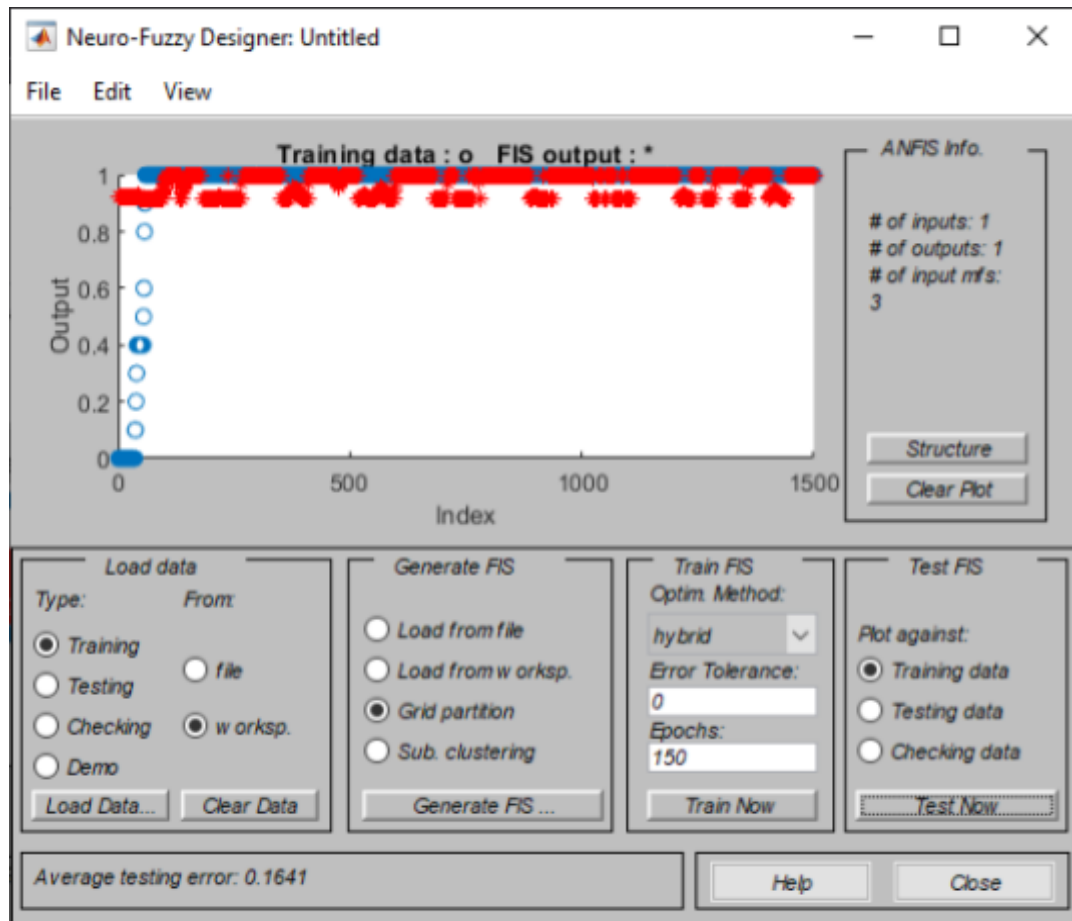

Figura 34. Resultado final del entrenamiento lineal.
5. Comprobar el controlador generado. El resultado final del entrenamiento es el de la Figura 34.